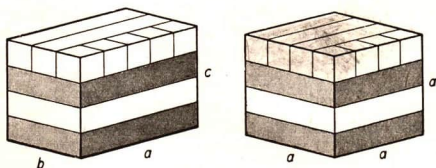

Abb. 11/1. Zerlegung eines Quaders und eines Würfels in Raumeinheitswürfel
5. Bestimmen des Rauminhaltes fester Körper durch Rechnung. Den Rauminhalt einfach geformter Körper können wir leicht aus der Länge der Kanten durch Rechnung finden. Besonders einfach ist diese Berechnung bei einem *Quader* und einem *Würfel* (Abb. 11/1). Wir lernten schon im Mathematikunterricht: